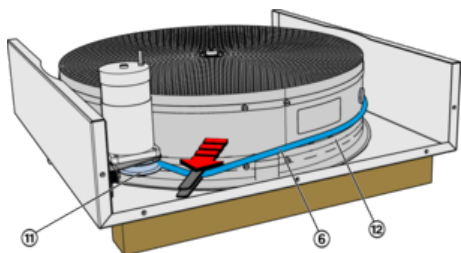

Abb. 49: Rundriemen auflegen
11. ► Neuen Riemen (Abb. 49/6) um die Speichermasse (Abb. 49/12) legen und über den gesamten Umfang bis auf die Höhe der Riemenscheibe (Abb. 49/11) fluchtend ausrichten.